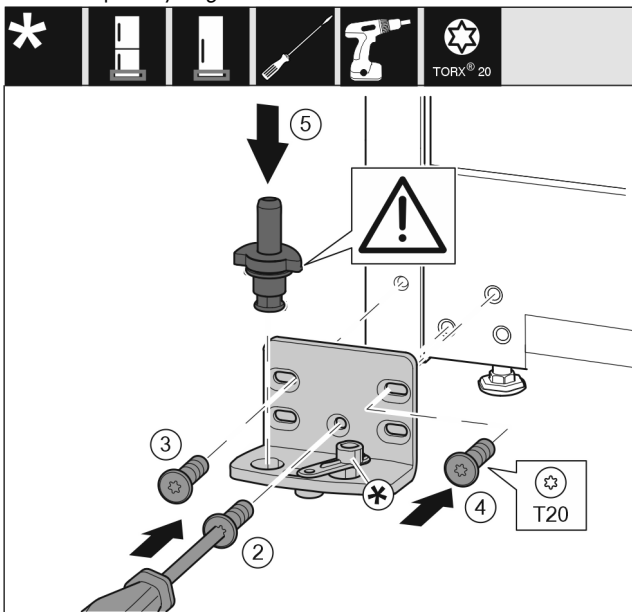

Fig. 36
- ▶ Встановіть опорний кронштейн з іншого боку і закріпіть гвинтами за допомогою викрутки T20. Почніть із гвинта 2 знизу посередині. Fig. 36 (2)
- ▶ Закрутіть гвинти 3 та 4. Fig. 36 (3,4)
- ▶ Вставте цілком опорний гвинт. При цьому виступ фіксатора повинен бути спрямований назад. Fig. 36 (5)
- ▶ Встановіть опорний кронштейн з іншого боку і закріпіть гвинтами за допомогою викрутки T20. Почніть із гвинта 2 знизу посередині. (2)*
- ▶ Поверніть з'єднувальний елемент демфера на 180°. Пригвинтіть з іншого боку опорного кронштейна за допомогою викрутки T20. (5)*
- ▶ Вставте цілком опорний гвинт. При цьому виступ фіксатора повинен бути спрямований назад. (6)*